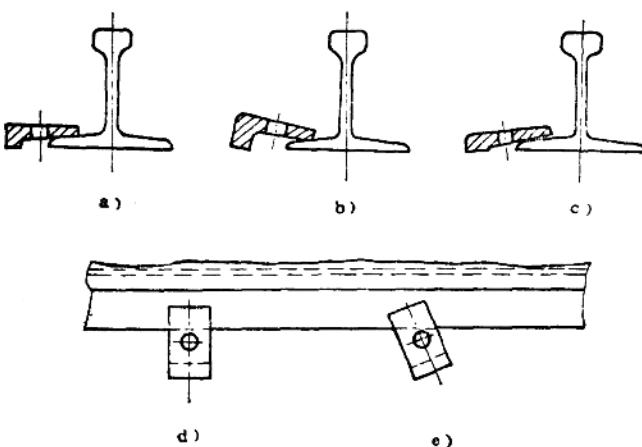

图8-1-20 压板固定方法
⑤ 轨道接头标高最大误差不得大于0.1mm，左右偏差不得超过1mm，在接头标高的超高部分，可用手提式砂轮机进行修磨，其倾斜度不得小于1/100，轨道接头的间隙允差为1~2mm。
⑥ 轨道接头离支承点的距离不得超过300mm。两轨道接头要错开，错开距离不得小于500mm。
① 张紧台运动方向对轨道中心线的平行度允差在全张紧行程上不得大于0.5mm。
② 张紧台的滑板底面应与轨道顶面保持平行，其允差为1mm。
③ 张紧台滑板应水平安装，其水平允差为0.5/1000，并只允许外高内低。
④ 张紧台的标高要略高于固定轨道。
6) 压板固定 固定轨道的压板应与轨道翼缘紧密贴合，放正并压紧（图8-1-20）。